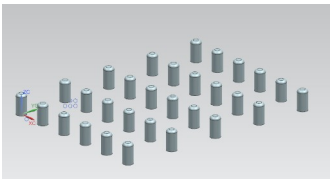
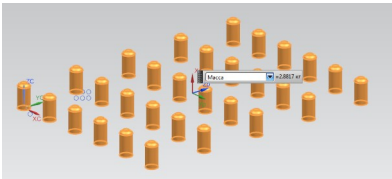

рис.117
рис.118
- С помощью нашей команды можно анализировать и *отдельные детали*, и *сборки*. Для сборки можно узнать вес, суммарную массу, расположение её центра масс, моменты инерции и др. (рис.117, 118). Для этого нужно только указать (рамкой) все компоненты сборки (рис.118).